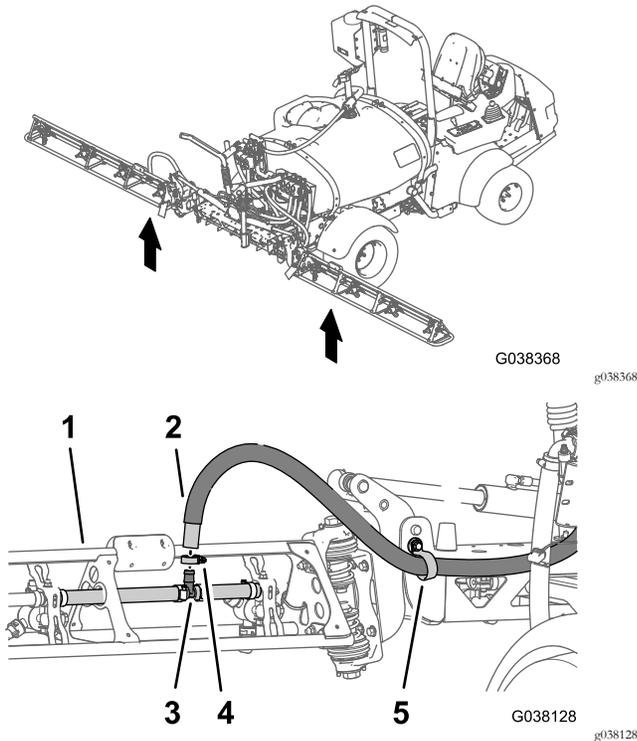

図 14
1. ブームの外端部で、給液ホースをバーブ付きT字フィッティングに固定しているホースクランプを外す 図 14。
2. 字フィッティングからホースを取り外す 図 14。
3. ホース端部をRクランプから外す 図 14。